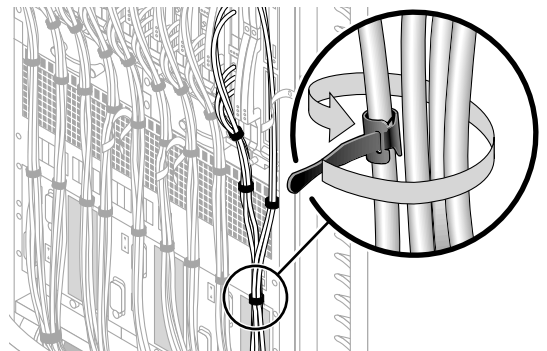

図 6 SC0 およびスロット SB0 のケーブル (正面)
7. 残りの I/O ボードセットケーブルに対して手順 5 および手順 6 を実行します。SC ケーブルは、システムの正面にあるスロット SB0 またはシステムの背面にあるスロット SB9 のケーブルと一緒に束ねます (図 6)。